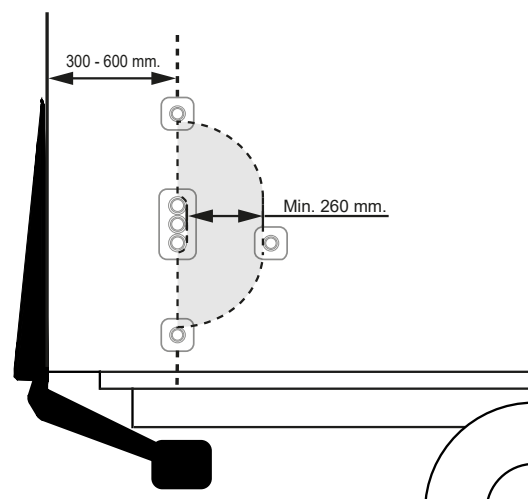

Bild 28. Montering av manöverdon med tvåhandsfattning.
20. Avståndet mellan fordonets bakre kant och centrum på manöverdonen skall vara 300-600 mm. Avstånden mellan manöverdonen skall vara minst 260 mm. Se Bild 28.